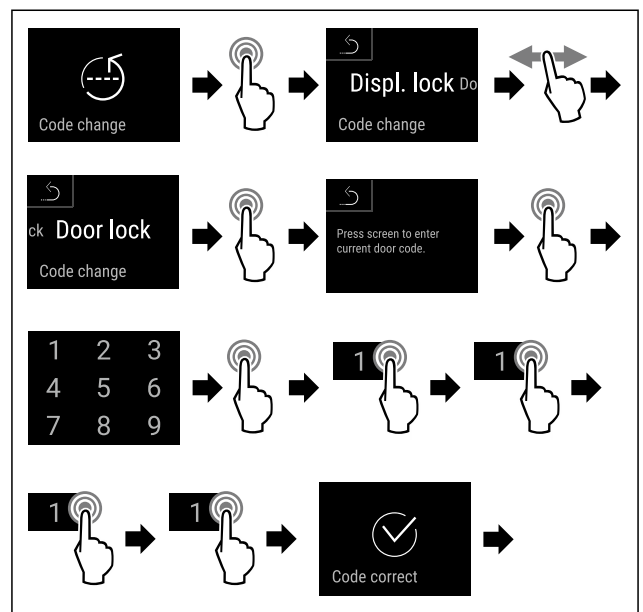

Fig. 81
- ▶ Obavite korake postupka (pogledajte Fig. 81) .